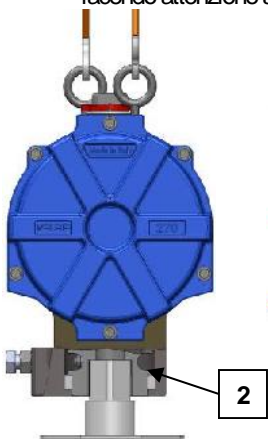
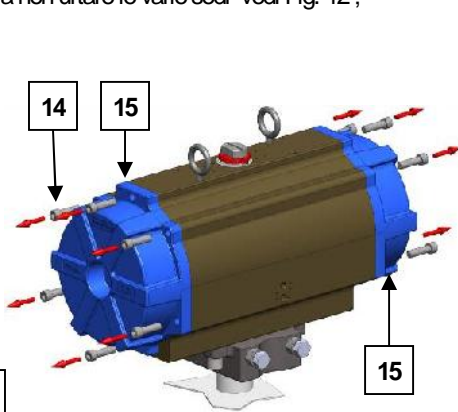

Fig.6
Fig.7
4. Posizionare l'attuatore su di un'attrezzatura idonea con maschio di pari quadro all'attacco femmina del pignone ( 2 ) vedi Fig.6, in modo tale da eseguire più facilmente le operazioni di seguito elencate;
5. Prima di iniziare lo smontaggio **verificare** attraverso l'etichetta sul corpo se l'attuatore è a doppio (DA) o a semplice effetto (SR);
6. - Per **ATTUATORE DOPPIO EFFETTO** : Svitare in ordine incrociato le viti ( 14 ) di fissaggio dei tappi ( 15 ) vedi Fig. 7 ;
- Per **ATTUATORE SEMPLICE EFFETTO** : Svitare **GRADUALMENTE** in ordine incrociato le viti ( 14 ) di fissaggio dei tappi ( 15 ) vedi Fig. 7 ;